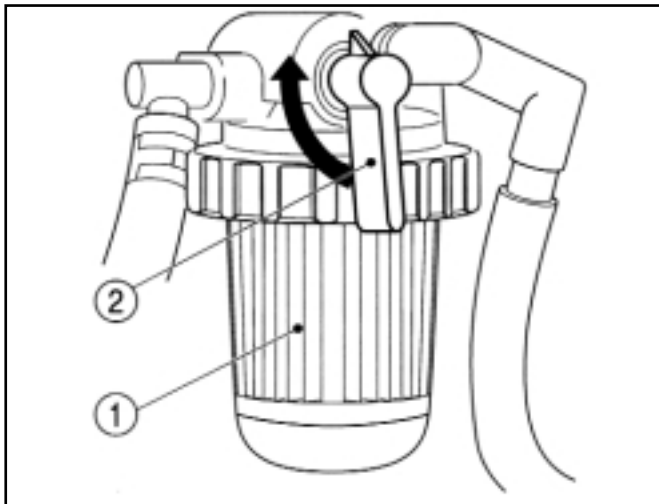

FIG. 112 / ABB. 112 / FIG. 112
Le filtre (1) dans la Fig. 112 se situe à l'avant droit du radiateur du tracteur et est utilisé pour tamiser les impuretés du carburant avant que celui-ci n'arrive dans la pompe d'injection. Le filtre est équipé d'une valve (2) pour faciliter l'entretien du filtre et de la purge du système de carburant.
Coupez l'alimentation en carburant en mettant la valve sur la position "OFF" (poignée vers l'arrière) avant de remplacer le filtre ou d'enlever les sédiments dans le bocal. (Voir la Fig. 112).
Der in Abb. 112 gezeigte Kraftstofffilter (1) befindet sich vorn rechts neben dem Kühler. Er filtert Verunreinigungen heraus, bevor der Kraftstoff die Einspritzpumpe erreicht. Ein Wasserabscheider dient zum Entfernen von Wasserdunst im Kraftstoff. Der Filter besitzt ein Ventil (2), das beim Warten des Filters sowie zum Entlüften des Kraftstoffsystems verwendet wird.
Zum Austauschen des Kraftstofffilterelementes bzw. zum Reinigen des Abscheiders den Kraftstoffhahn auf AUS (Hebel weist nach hinten) drehen (Abb. 112).
De brandstoffilter (1) in Fig.112 bevindt zich aan de rechter voorzijde van de radiator in de tractor. Hij dient om onzuiverheden in de brandstof tegen te houden alvorens de brandstof in de injectiepomp terecht komt. De brandstoffilter bevat een kraantje (2) om onderhoud te doen aan de filter en om het systeem te ontluichten. Controleer de filterkolf op bezinksel of water en maak hem schoon zoals vereist.
Om de brandstoffilter te vervangen of de bezinkselkolf schoon te maken draait u de brandstofkraan in de OFF-stand (hendel naar achteren) (Fig.112).